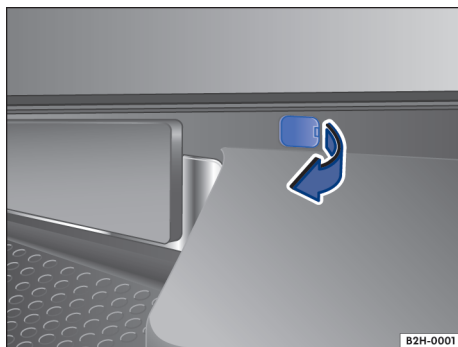

Fig. 188 Capa de cobertura no para-choque.
Conforme a versão do modelo, o parafuso para girar para baixo a roda sobressalente ou a roda de emergência se encontra sob uma capa de cobertura → Fig. 188 no para-choque ou à direita ao lado do suporte da placa de licença.
- Alavancar para fora a capa de cobertura com o lado plano da chave de fenda das ferramentas de bordo, na direção da seta → Fig. 188.